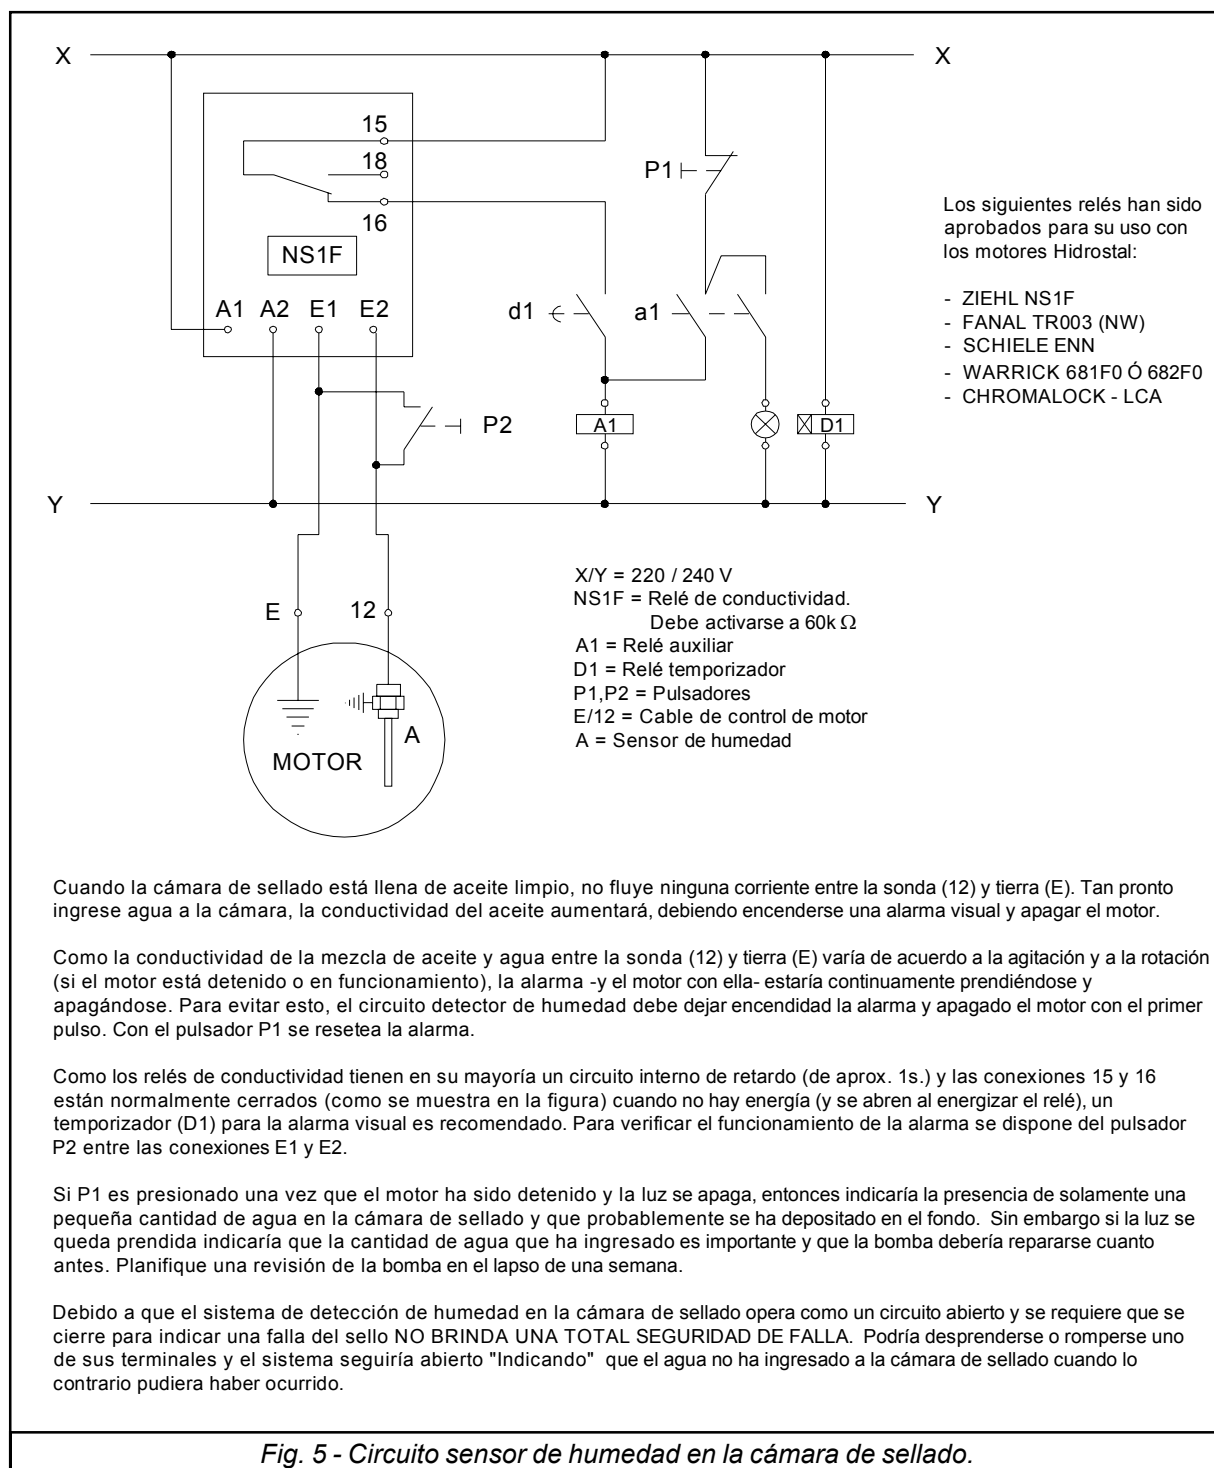

Fig. 5 - Circuito sensor de humedad en la cámara de sellado.
- g). Detector de falla del sello mecánico inferior (Circuito del sensor de humedad). Debe de apagar el motor y encender una lámpara de falla en el tablero. Ver Fig. 5.